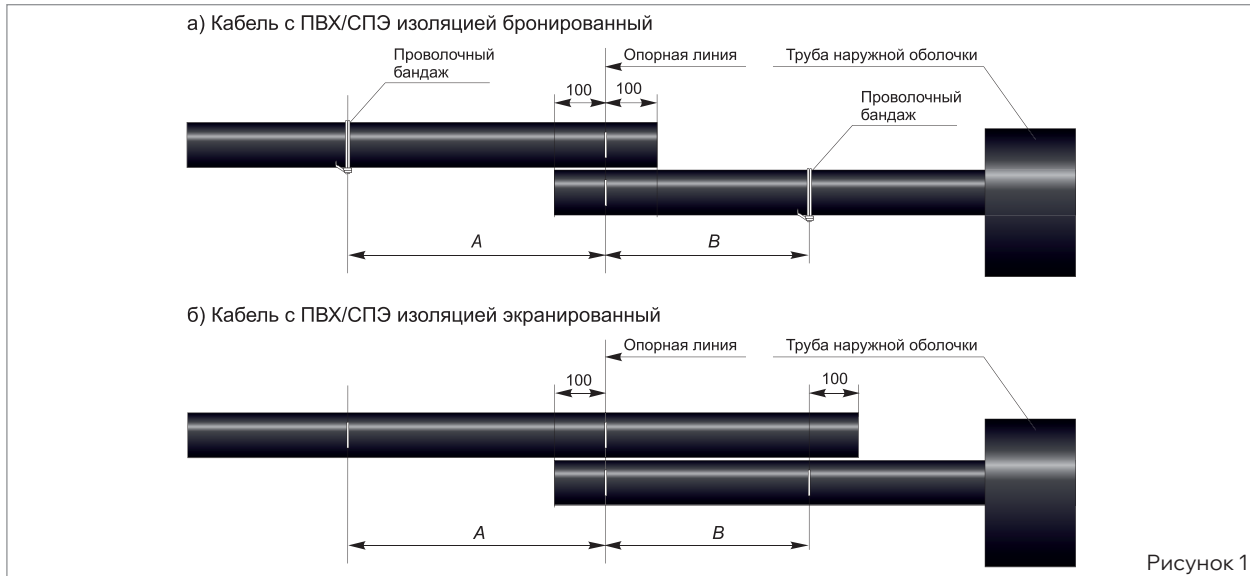

Рисунок 1
- Установить соединяемые концы кабелей в приспособлении для монтажа соединительных муфт внахлест в соответствии с рис. 1, закрепить их.
- На п/э рукав (на рисунке не показан) надеть трубу наружной оболочки (рис. 1).
- В случае кабеля с броней наложить проволочный бандаж в соответствии с рис. 1а).